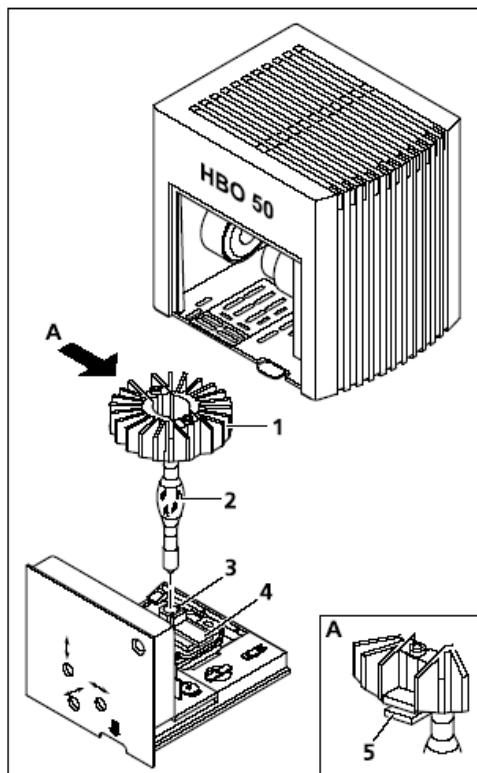

图 3-28 更换灯泡
- 按下散热片上的弹簧手柄（图 3-28/5），将散热片（图 3-28/1）从插入的模型灯泡或使用过的灯泡（图 3-28/6）上拿下来。将它小心地放在一旁。
- 按下灯座底部上的弹簧手柄（图 3-28/4），将模型灯泡或使用过的灯泡（图 3-28/2）向上从插座（图 3-28/3）中拔出来。松开弹簧手柄。
- 重新按下灯插座底部的弹簧手柄（图 3-28/4），将灯泡插进插座（图 3-28/3）。不能触摸灯泡的玻璃部分。松开弹簧手柄。
- 按下散热片上的弹簧手柄（图 3-28/5），将散热片安装到灯泡上部。